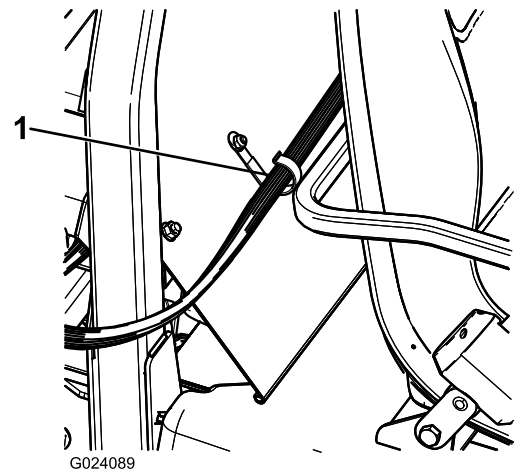

Figure 22
2. À l'aide d'un boulon ($\frac{1}{4}$ " x $\frac{1}{2}$ ") et d'un écrou à embase ($\frac{1}{4}$ "), fixez un clip en J derrière le siège du passager (Figure 22).
3. À l'aide des clips en J, fixez le faisceau de câblage du boîtier de commande à la console et au couvercle de la structure ROPS (Figure 22).